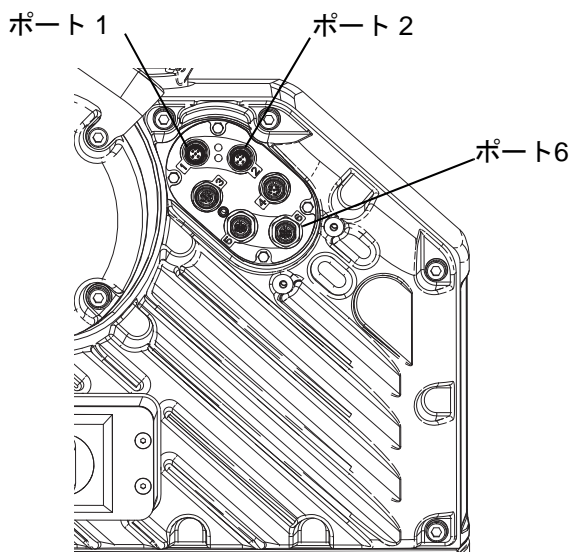

図 25: ドライバーポートの位置
1. 図 25 に示されているようにスタンドを取り付けます。